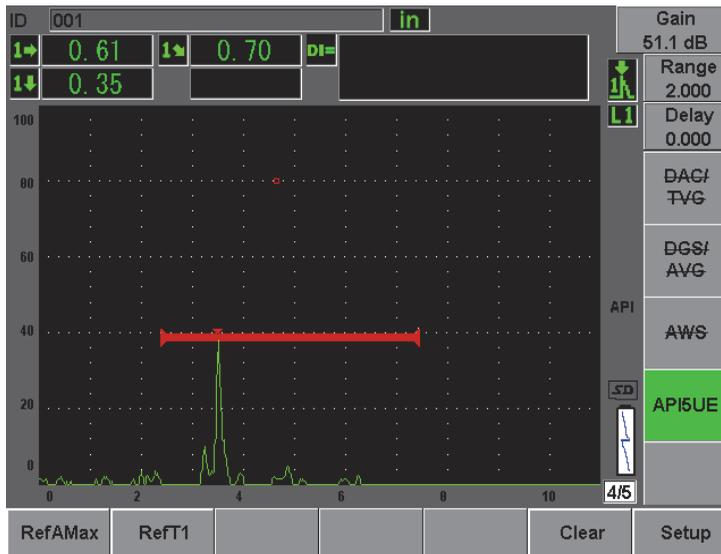

Figure 12-26 Stockage du point T_1
7. Appuyez sur les touches **[P2] RefT1** pour collecter la position de la chute de 6 dB sur le front montant et définissez cette valeur comme valeur T_1 (voir la Figure 12-26 à la page 268).